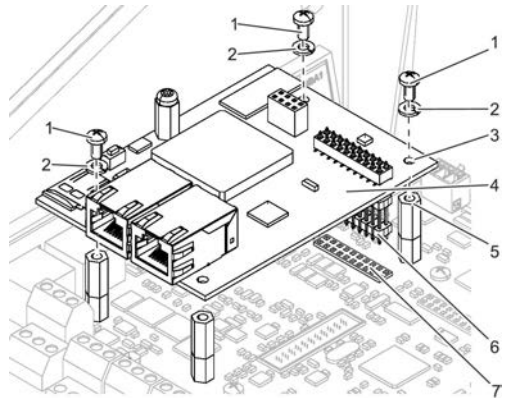

Fig. 9: Installation du module EM-IP
4. ▶ Placez le module EM-IP (Voir la Fig. 9/4), avec la broche de connecteur (Voir la Fig. 9/6), dans le slot (Voir la Fig. 9/7) qui se trouve sur le circuit imprimé principal du TCU3 ou du TAM.
Enfoncez délicatement les quatre coins du module EM-IP dans les espaceurs (Voir la Fig. 9/5).
5. ▶ Fixez le module EM-IP à l'aide de 3 vis de fixation (Voir la Fig. 9/1) et de rondelles (Voir la Fig. 9/2) sur le circuit imprimé principal, comme cela est illustré : Voir la Fig. 9.